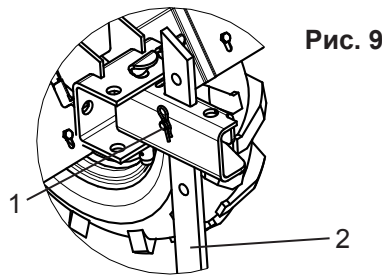

Рис. 9
- Для регулировки глубины обработки почвы необходимо отрегулировать по высоте ограничитель (Рис. 9).